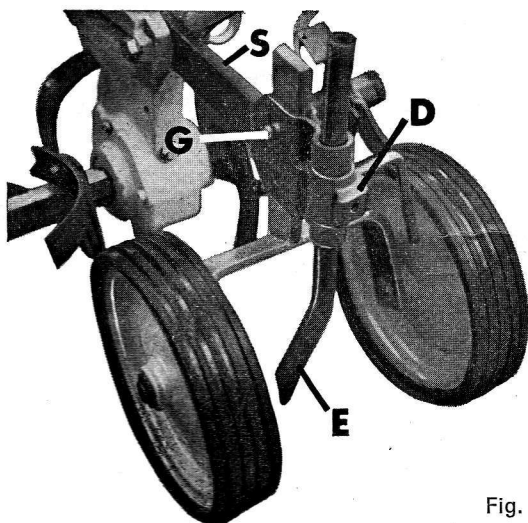

Fig. 13
- Monter les roues jumelées RAMO sur le support éperon S et verrouiller avec l'axe et la goupille (fig. 13).
- Roue de transport arrière (fig. 13).